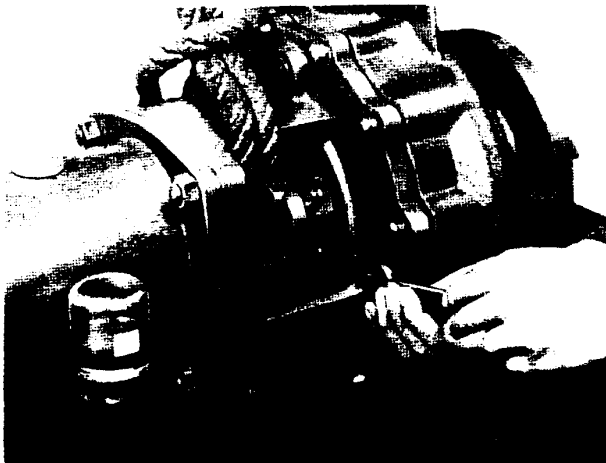

Fig. 18
5. Soltar a lanterna 344 conjugada ao suporte de mancais 330, com auxílio dos parafusos sacadores previstos na lanterna (veja fig. 18).